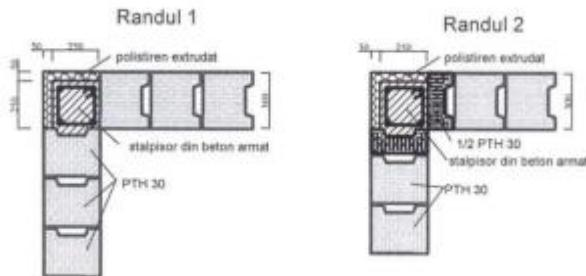

Figura 5.
(7) În cazul zidăriilor realizate cu elemente cu înălțimea ≥ 150 mm și cu lățimea egală cu grosimea zidului legăturile la colțuri între pereți se vor face ca în figura 5.